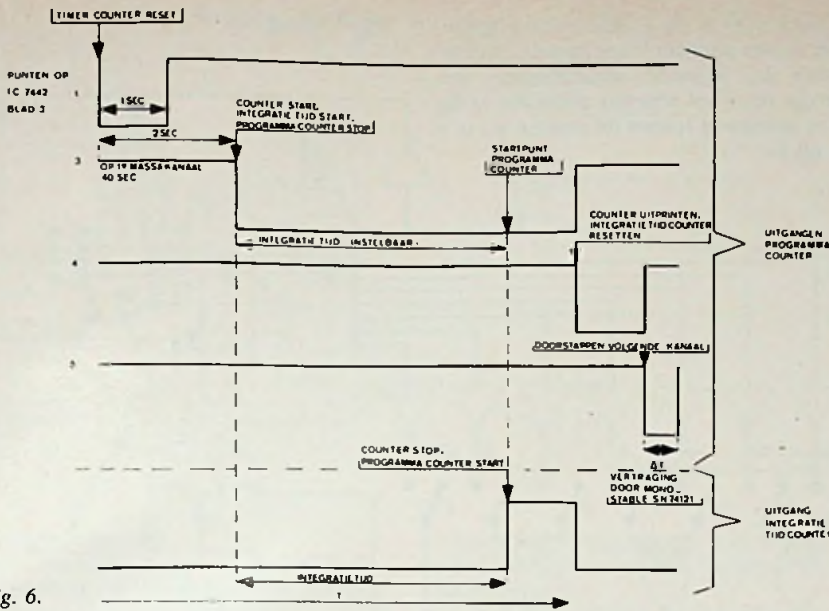

Fig. 6.
De opeenvolgende bewerkingen zijn getekend in het tijd-volgorde diagram van fig. 6. Hierin is de wachttijd, voordat de 2e bewerking wordt voltrokken, op het 1e massakanaal 40 s en op alle andere massakanalen 2 s. Dit is bij de metingen waarvoor deze opstelling is ontworpen noodzakelijk, omdat de intensiteits-verhouding van de massa, die op massakanaal 1 wordt gemeten t.o.v. de massa's die op de andere massakanalen worden gemeten, ongeveer 1 : 300 bedraagt (resp. de isotopen  $^{36}\text{Ar}$  en  $^{40}\text{Ar}$ ). Bij het overspringen naar massakanaal 1 heeft de DC-versterker, door zijn grote RC-tijd, een langere tijd nodig om de juiste intensiteit van de daarop te meten massa weer te geven. De programma-teller bestaat uit acht tiendelers (7490, in fig. 4 weergegeven onder de nummers 1 t/m 8) met een circuit welke de 2 s en 40 s wachttijden verzorgt. Deze delers worden gestuurd vanuit een 1 MHz oscillator (hiervoor wordt de oscillator uit de timer/counter gebruikt). Na de deling van deze 1 MHz impulsen tot 1 Hz of  $1/20$  Hz worden deze toegevoerd aan een teller 7493 (10), welke is verbonden met een BCD naar decimaal omzetter 7442 (9). Op één van de tien uitgangen van deze decoder verschijnt nu een 0 afhankelijk van de stand van de 7493 (10); de andere uitgangen zijn 1. Op deze niveaus worden nu de diverse bewerkingen uitgevoerd (fig. 6).